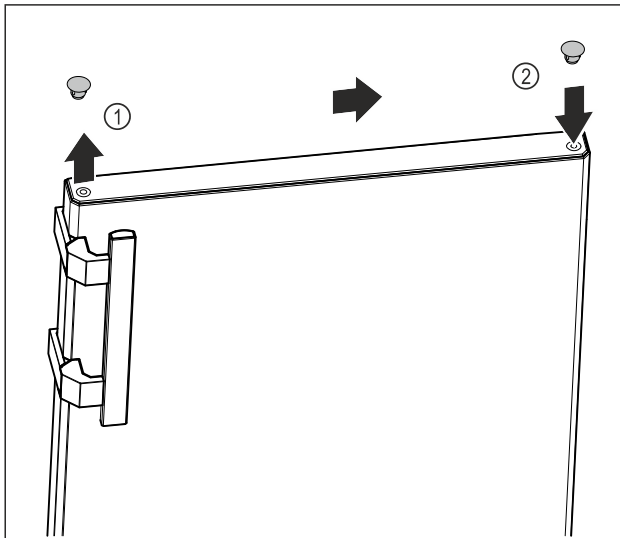

Fig. 18
- ▶ Обережно підніміть заглушки у верхній частині дверцял Fig. 18 (1) за допомогою шліцевої викрутки.
- ▶ Вставте заглушки з протилежного боку. Fig. 18 (2)